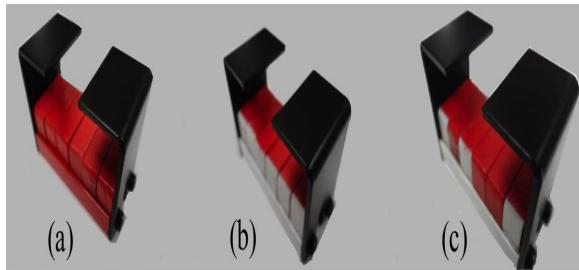

Figure 7: Montage à aimants
*Faites bien attention d'avoir toutes les faces blanches (ou rouges) du même côté (Figure 7 (a) et (b)) et non un mélange de blanches et rouges (Figure 7 (c) à éviter.)*